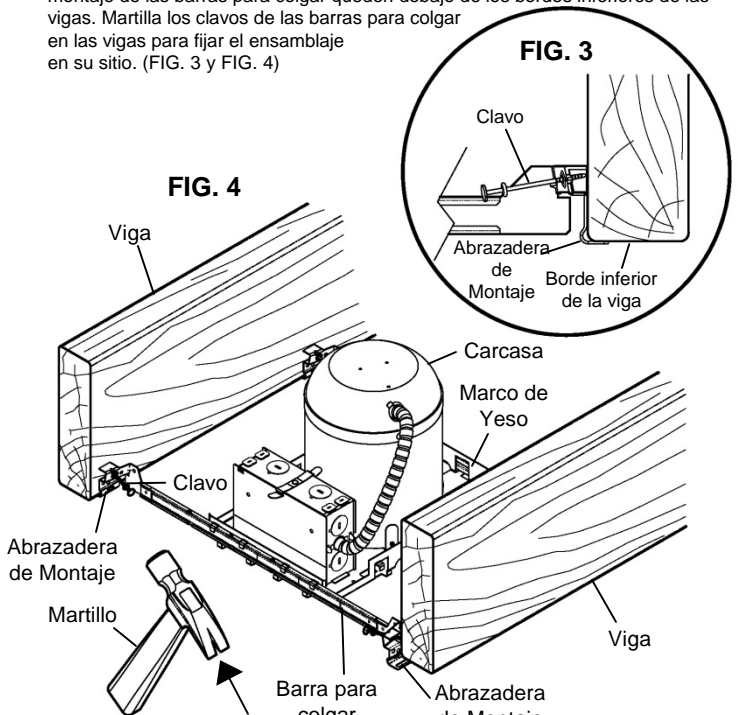

FIG. 4
- Alza ensamblaje de la carcasa/barra para colgar hasta la posición deseada entre las dos vigas del techo. Ajusta el ancho de las dos barras para colgar según la distancia entre las vigas. Coloca el ensamblaje de modo que las abrazaderas de montaje de las barras para colgar queden debajo de los bordes inferiores de las vigas. Martilla los clavos de las barras para colgar en las vigas para fijar el ensamblaje en su sitio. (FIG. 3 y FIG. 4)